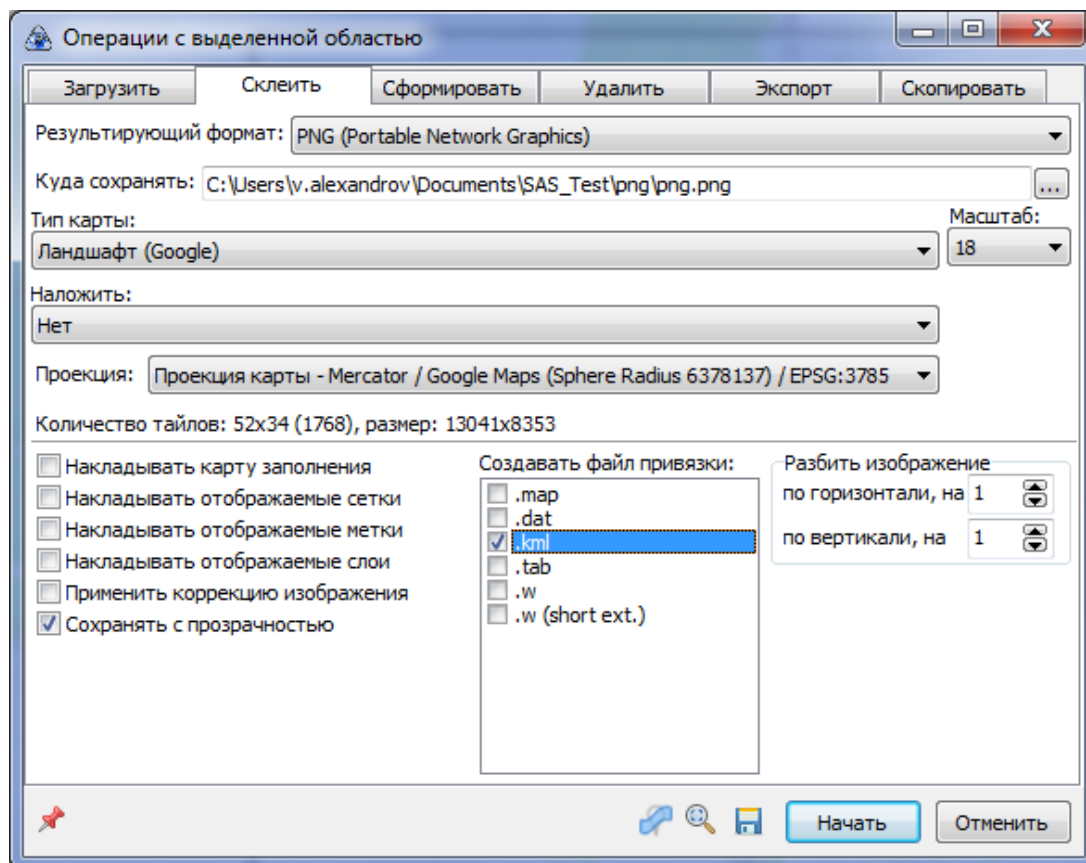

Рис. 27: Создание файла png с файлом привязки kml
4. В разделе **Создавать файл привязки** выберите **.kml**. При необходимости разбейте изображение на нужное количество частей (рис. 27).